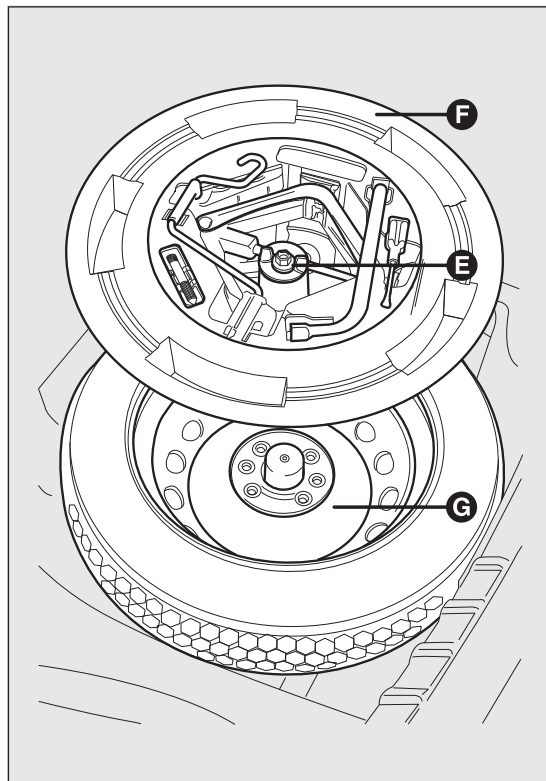

fig. 124
- ☐ quitar el dispositivo de fijación E fig. 124;
- ☐ por el contrario, en las versiones equipadas con rueda de repuesto se debe aflojar el dispositivo de fijación E fig. 124, retirar la caja de herramientas F, colocarla cerca de la rueda que se debe cambiar y luego retirar la rueda de repuesto G;